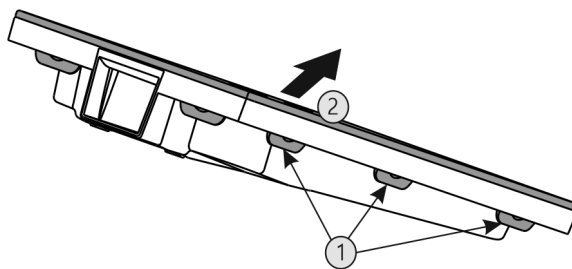

Fig. 39
- ▶ Натиснете всички езичета Fig. 39 (1) последователно и свалете капака Fig. 39 (2).